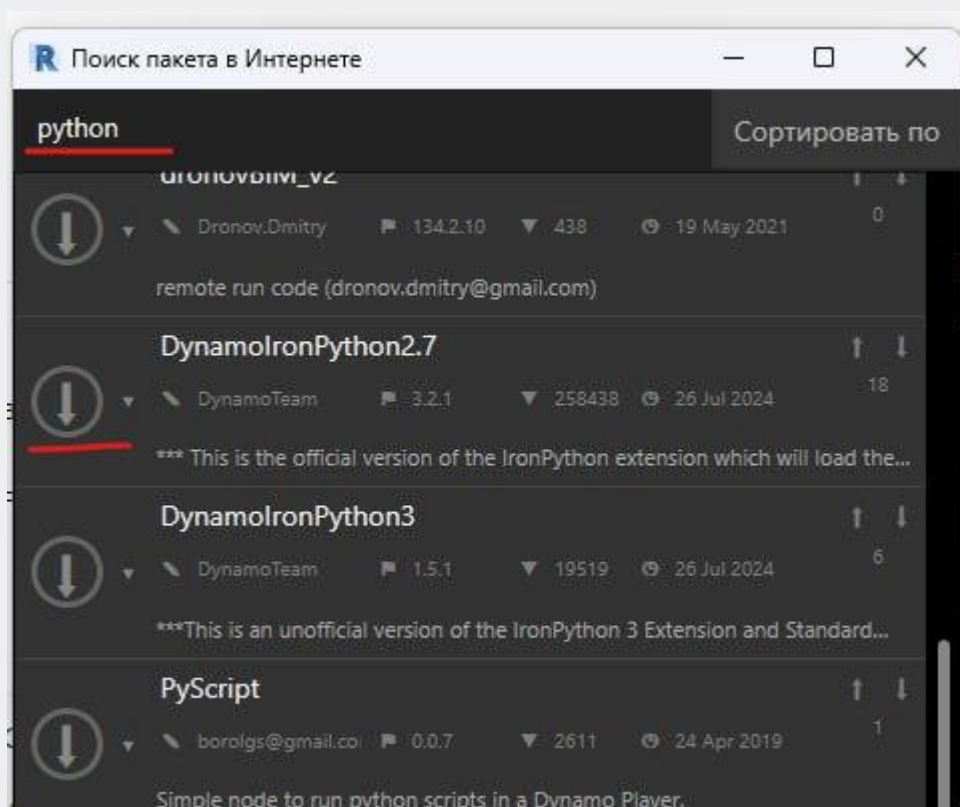

Рис. 22 – Меню в редакторе скриптов Дупато (вкладка «Пакеты»)
- С помощью строки поиска найти загружаемый пакет **DynamoIronPython2.7** и установить последнюю версию (Рис. 22).